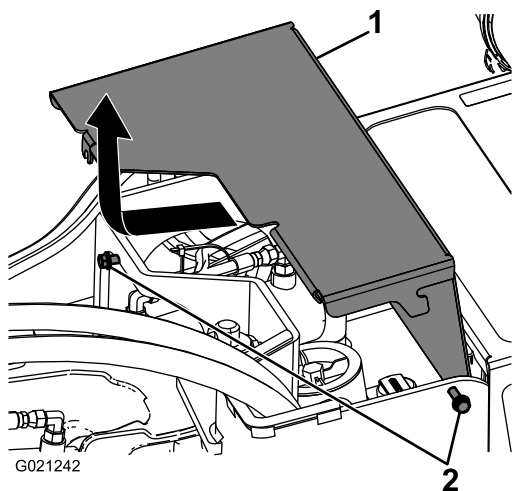

図 24
2. 前カバーを機体に固定しているねじ2本をゆるめる 図 24。
3. カバーを前方に少しずらし、そこから持ち上げて機体から取り外す 図 24。
2. 前カバーをセットし、ねじ2本で機体に固定する 図 24。